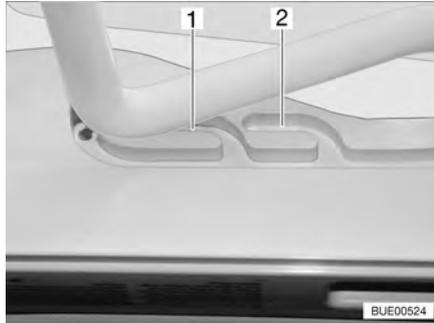
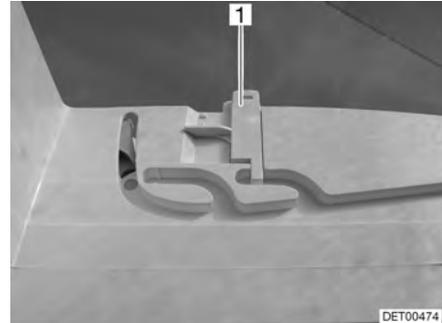

Fig. 62 Claraboya Heki en posición de ventilación
Fig. 63 Bloqueo de la posición de ventilación
La claraboya Heki se puede colocar en dos posiciones de ventilación: Posición de mal tiempo (Fig. 62,1) y posición mediana (Fig. 62,2). Según el modelo, la claraboya podrá ser bloqueada en la posición mediana con el pestillo (Fig. 63,1).
- Presionar el estribo ligeramente hacia arriba y empujarlo en la guía seleccionada (Fig. 62,1 ó 2) y, si fuera necesario, bloquearlo.